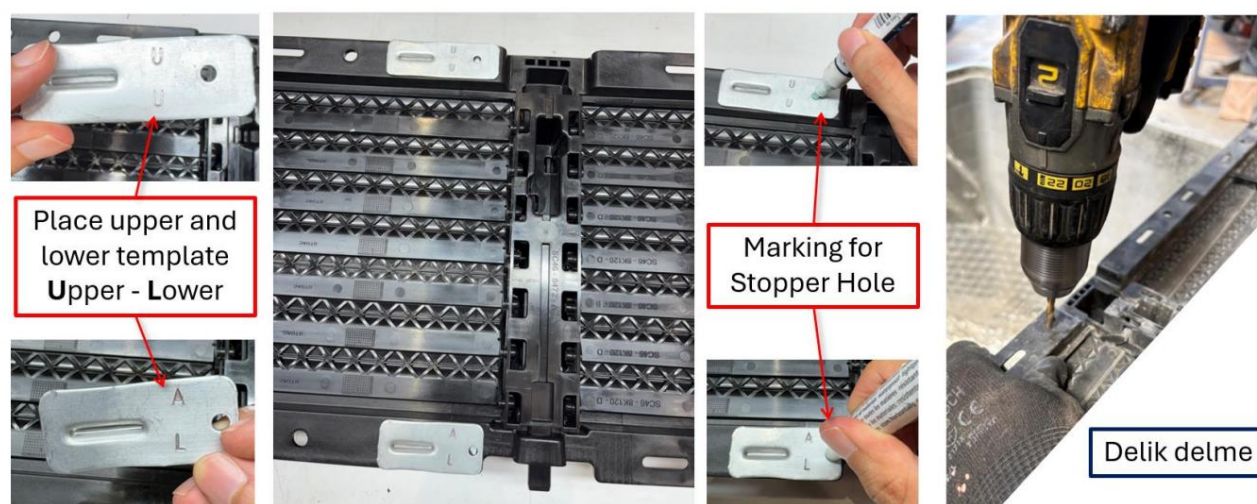

Figure 14 : Utilisation du gabarit, marquage et perçage
20. Des trous seront percés sur le côté gauche du cadre AGS à l'emplacement spécifié (figure 14), puis deux butées seront ajoutées à la partie supérieure de l'AGS. Des gabarits seront utilisés pour le perçage. Le kit KTSC46-8310-AA comprend les gabarits supérieur et inférieur.
Utilisez le gabarit avec la lettre U estampée pour la position supérieure et la lettre A estampée pour la position inférieure. Placez le côté gaufré du gabarit dans la fente. (Figure 14)